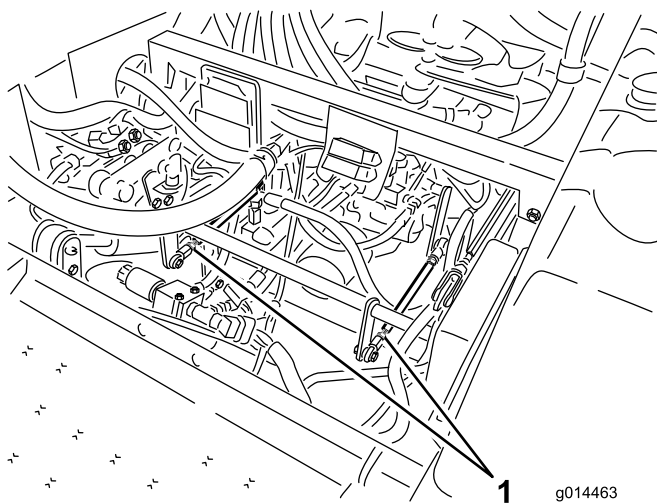

Figura 59
- Se o pneu traseiro esquerdo estiver a rodar, desaperte as porcas de bloqueio na barra de controlo da transmissão do lado esquerdo (Figura 59).